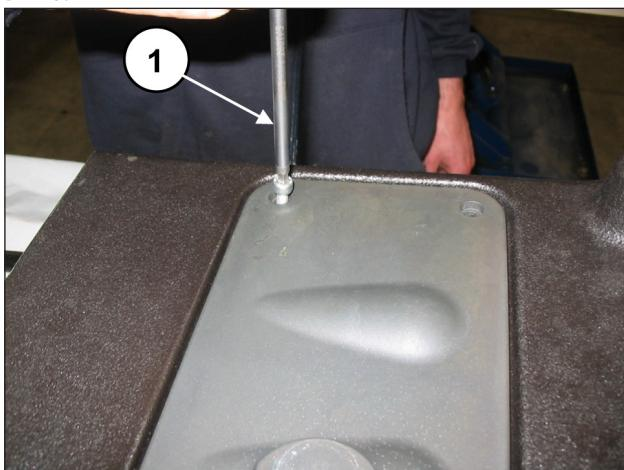

Рис. 139
Снимите верхнюю (поз. ①, Рис. 139) и нижнюю (поз. ①, Рис. 140) смотровую крышку, открутив 4+4 крепежных винта.